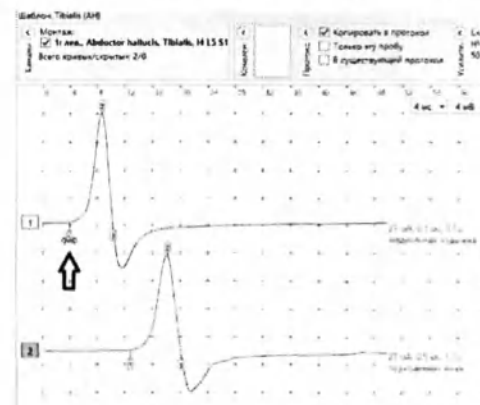

Рис. 102. Коррекция положения маркеров
15. Проведите коррекцию положения маркеров. Для этого используйте мышь («перетаскивание» левой кнопкой) или клавиатуру (вращение энкодера, переход к следующему маркеру — нажатие энкодера (рис. 101)). Необходимо точно указать начало М-ответа на всех трех кривых (рис. 102).